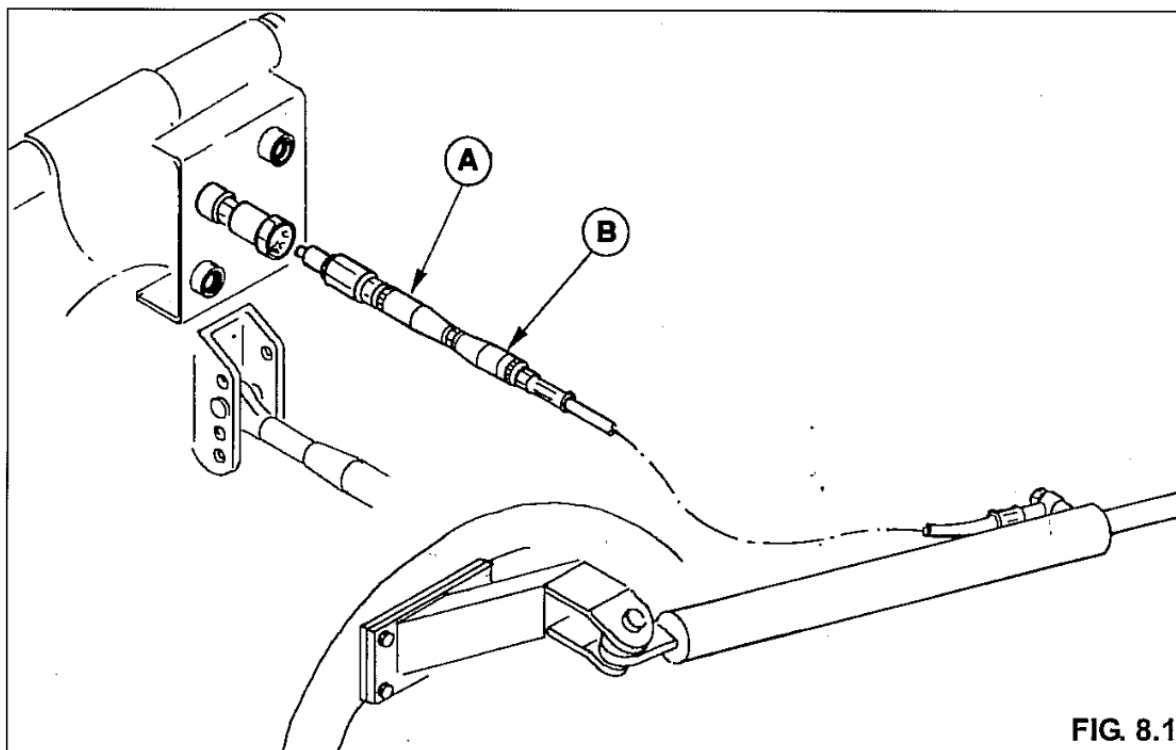

FIG. 8.1
Se la salita è troppo veloce, operando dal posto di guida del trattore, girare in senso orario la valvola (A) (Fig. 8.1), così facendo si ottiene una riduzione graduale del passaggio olio riducendo quindi anche la velocità di salita. Regolare fino ad ottenere un movimento lento di sollevamento.
Se la discesa della barra è troppo veloce, operando dal posto di guida del trattore, girare in senso anti-orario la valvola (B) (Fig. 8.1), così facendo si ottiene una riduzione graduale del passaggio olio riducendo quindi anche la velocità di discesa. Regolare fino ad ottenere un movimento lento di discesa della barra falciante.
Si la subida es demasiado rápida, operando desde los mandos del tractor hay que girar en sentido retrógrado la válvula (A) (Fig. 8.1), ello permitirá reducir el paso del lubricante, reduciendo también la velocidad de subida. Regular hasta obtener un movimiento de elevación lento.
Si el descenso de la barra es demasiado rápido, operando desde los mandos del tractor hay que girar en sentido directo la válvula (B) (Fig. 8.1), lo que permitirá reducir el paso del lubricante, reduciendo también la velocidad de descenso. Regular hasta obtener un movimiento de descenso lento de la barra de corte.
If blade raises up too fast, from tractor seat turn valve "A" in clockwise direction (Fig. 8.1).
If descend speed of blade is too fast, always from tractor seat turn valve "B" (Fig. 8.1) in anti clockwise direction.
Si la montée est trop rapide, depuis le poste de conduite du tracteur, tourner dans le sens des aiguilles d'une montre la vanne (A) (Fig. 8.1), en procédant de la sorte, on obtient une réduction graduelle du passage huile et donc également de la vitesse de montée. Régler jusqu'à obtenir un mouvement lent de levage.
Si la descente de la barre est trop rapide, depuis le poste de conduite du tracteur, tourner dans le sens contraire aux aiguilles d'une montre la vanne (B) (Fig. 8.1), en agissant de la sorte, on obtient une réduction graduelle du passage huile et donc également de la vitesse de descente. Régler jusqu'à obtenir un mouvement lent de descente de la barre de coupe.